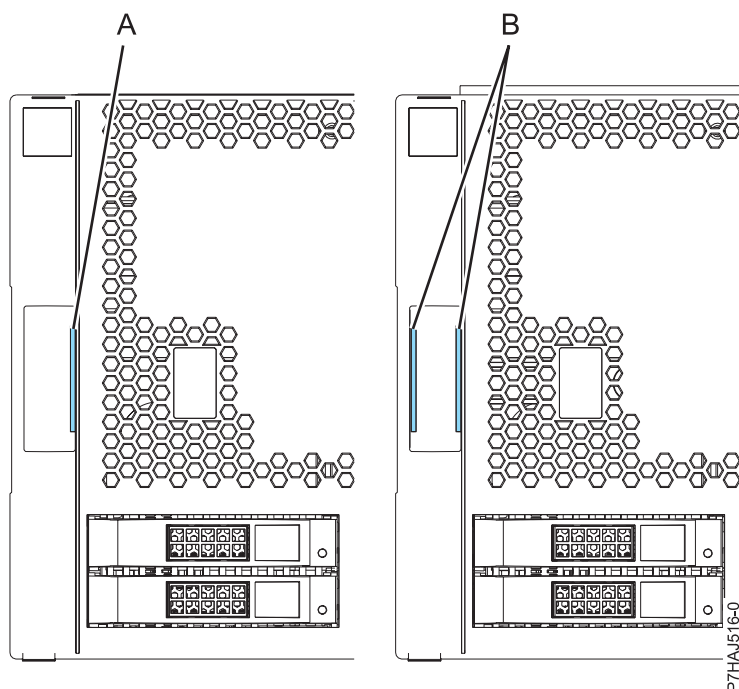

Figure 5. Identification des anciens et des nouveaux capots
**Remarque :** Les anciens capots (expédiés avant le 1er mars 2011) sont reconnaissables à la bande bleue unique (A) située sur les taquets du capot. Les nouveaux capots (livrés après le 1er mars 2011) possèdent deux bandes bleues (B). Voir figure 5.